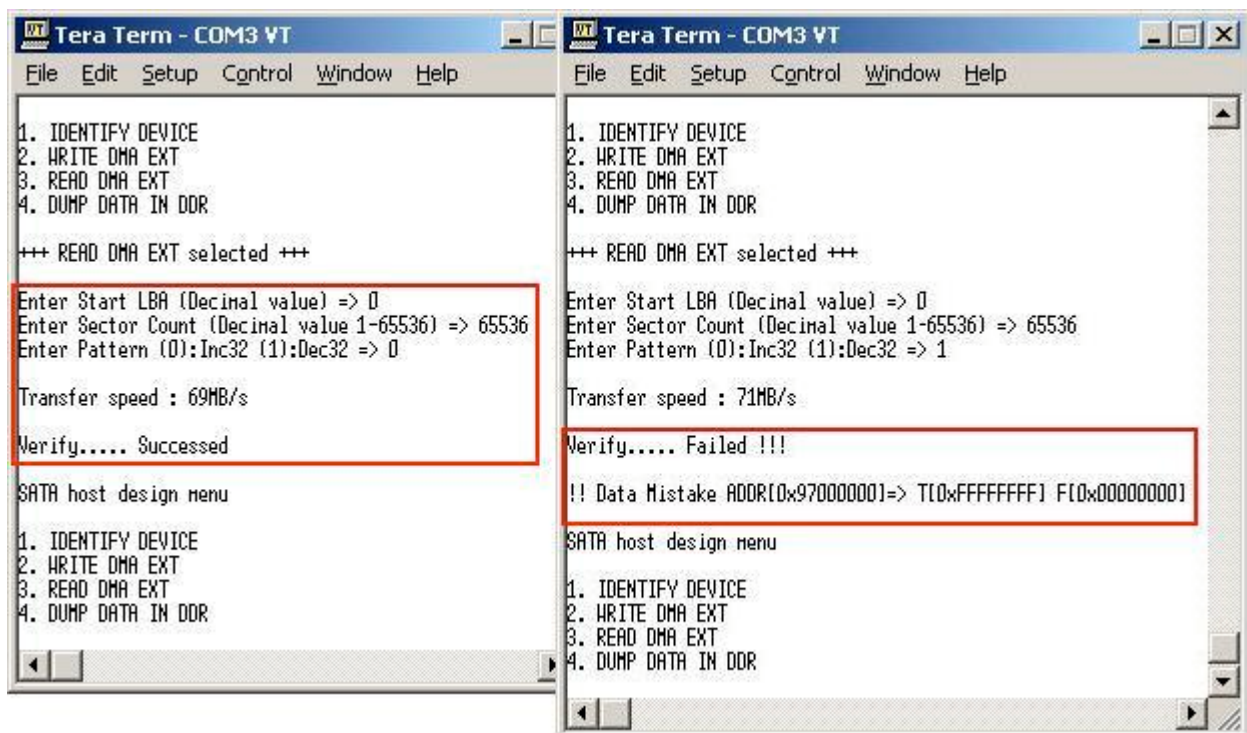

図 8: Read Dma Ext メニュー
- ‘3’をキーの入力後に図 8 のメニューが表示されるため、以下を入力してください。
- (1) Enter Start LBA: 開始セクタアドレス(LBA アドレス)を 10 進数で入力しています。ここには 0~(HDD の最大 LBA サイズ-1)あるいは 4G セクタのうち小さい方の数字としてください。
- (2) Enter Sector Count: 読み出しセクタ数を 1~65536 の範囲で 10 進数で指定します。
- (3) Enter Pattern: 比較パターンを‘0’(32bit インクリメント)または‘1’(32bit デクリメント)で指定します。
- さらにその後、指定パターンと読み出しデータを比較ベリファイします。ベリファイで全リード・データが指定パターンと合致していた場合は図 8 左側のように Succeeded と表示されます。
- 一方ミスマッチがあった場合は、最初のミスマッチ部分で‘ADDR’の[]括弧内に DDR2 中のメモリアドレスが表示されます。この DDR2 メモリアドレスは、0x97000000 番地がリードデータの先頭アドレスとなります。(図 8 右の例では、リードデータの一番最初のアドレスでエラーがあったことを意味します。そして T[]の括弧内に比較元の指定パターン期待値が、F[]の括弧内に実際に読み出されたリードデータの値が表示されます。